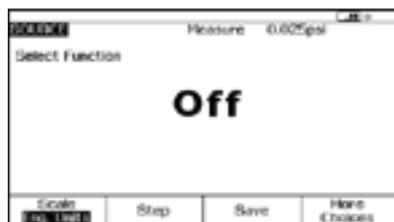

Figura 14.
4. A continuación, pulse una vez el botón "MEAS/SOURCE" (Medir/Generar) para acceder al modo de pantalla dividida (Figura 14).